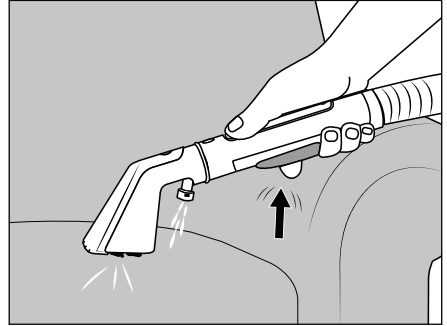

Abb. 6
(1) Achten Sie darauf, dass beim Betrieb des Geräts die Saugöffnungen **28/31** der Polsterdüse **22** bzw. der Fugendüse **29**, nicht blockiert werden. Eine Blockade kann durch herumliegende, lose Gegenstände, Fusseln, Haare o. Ä. verursacht werden. Dies kann dazu führen, dass die Polsterdüse **22** bzw. die Fugendüse **29**, beschädigt werden und nicht mehr ordnungsgemäß funktionieren. (2) Überprüfen Sie vor der Reinigung von Polstern/Teppichen das Herstelleretikett auf besondere Pflegeanweisungen. Das Gerät ist nicht geeignet für empfindliche Textilstoffe (z. B. Seide, Leder, Flokati etc.). (3) Testen Sie bei der Verwendung von Reinigungsmitteln (Essigreiner und Polsterreinigungsmittel) die Farbestabilität. Beginnen Sie die Reinigung mit dem Gerät immer zuerst an einer unauffälligen Stelle. (4) Das Gerät muss vor dem Betrieb ordnungsgemäß montiert sein und der Frischwasserbehälter **2**  muss befüllt sein. (5) Schalten Sie das Gerät aus, bevor Sie die Polsterdüse **22** und die Fugendüse **29** miteinander wechseln. (6) Ist der Schmutzwasserbehälter **7**  voll, schließt der Schwimmer **6** die Saugöffnung und das Gerät läuft mit erhöhter Drehzahl. Schalten Sie das Gerät sofort aus (siehe Kapitel **7.1. Schmutzwasserbehälter reinigen**).
- ◆ Halten Sie die Polsterdüse **22** 2-3 cm über den zu reinigenden Bereich. Betätigen Sie die Sprühtaste **20**, um Wasser/Reinigungslösung aus der Sprühdüse **26** aufzutragen (siehe Abb. 6).